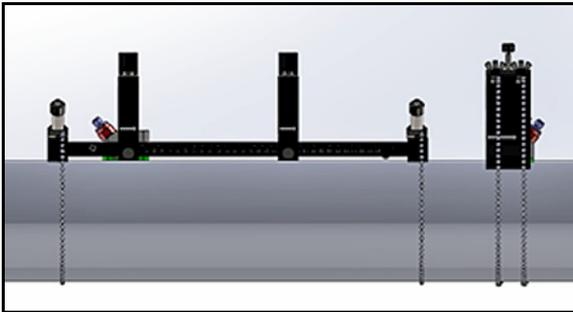

Figure 42 : Installation terminée (vue de haut)
9. Serrez la vis d'étrier jusqu'à ce que le transducteur soit bien collé contre le tuyau. Votre installation de la traversée impaire doit correspondre à celle de la *Figure 42* ci-dessous.